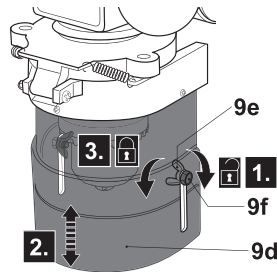

Fig. 12
- > Sujete un perno hexagonal (9f) utilizando una llave adecuada y afloje pero no retire la tuerca de mariposa (9e) (Fig. 12, paso 1). Repita la operación para el segundo montaje.
- > Ajuste la altura de la cubierta (9d) en función de las necesidades (Fig. 12, paso 2).
- > Enrosque las tuercas de mariposa (9e) para mantener la cubierta (9d) en posición (Fig. 12, paso 3). No apriete en exceso para evitar roturas.